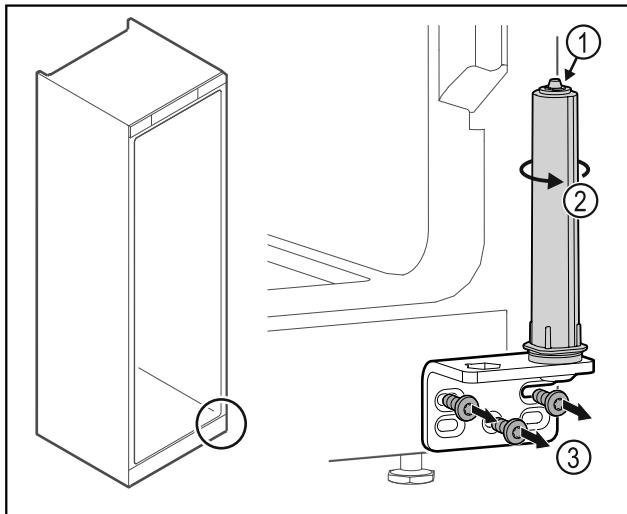

Fig. 30
- Nerozoberajte systém zatvárania dverí Fig. 30 (1).
- Otáčajte systém zatvárania Fig. 30 (2), kým nezavakne.
- Odskrutkujte uholník závesu Fig. 30 (3).